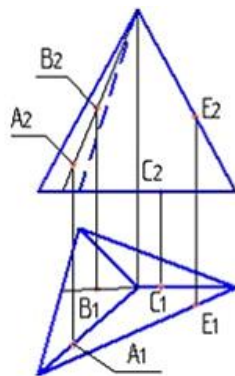

рис.3
5. Поверхность пирамиды (рис.3) принадлежит точка...